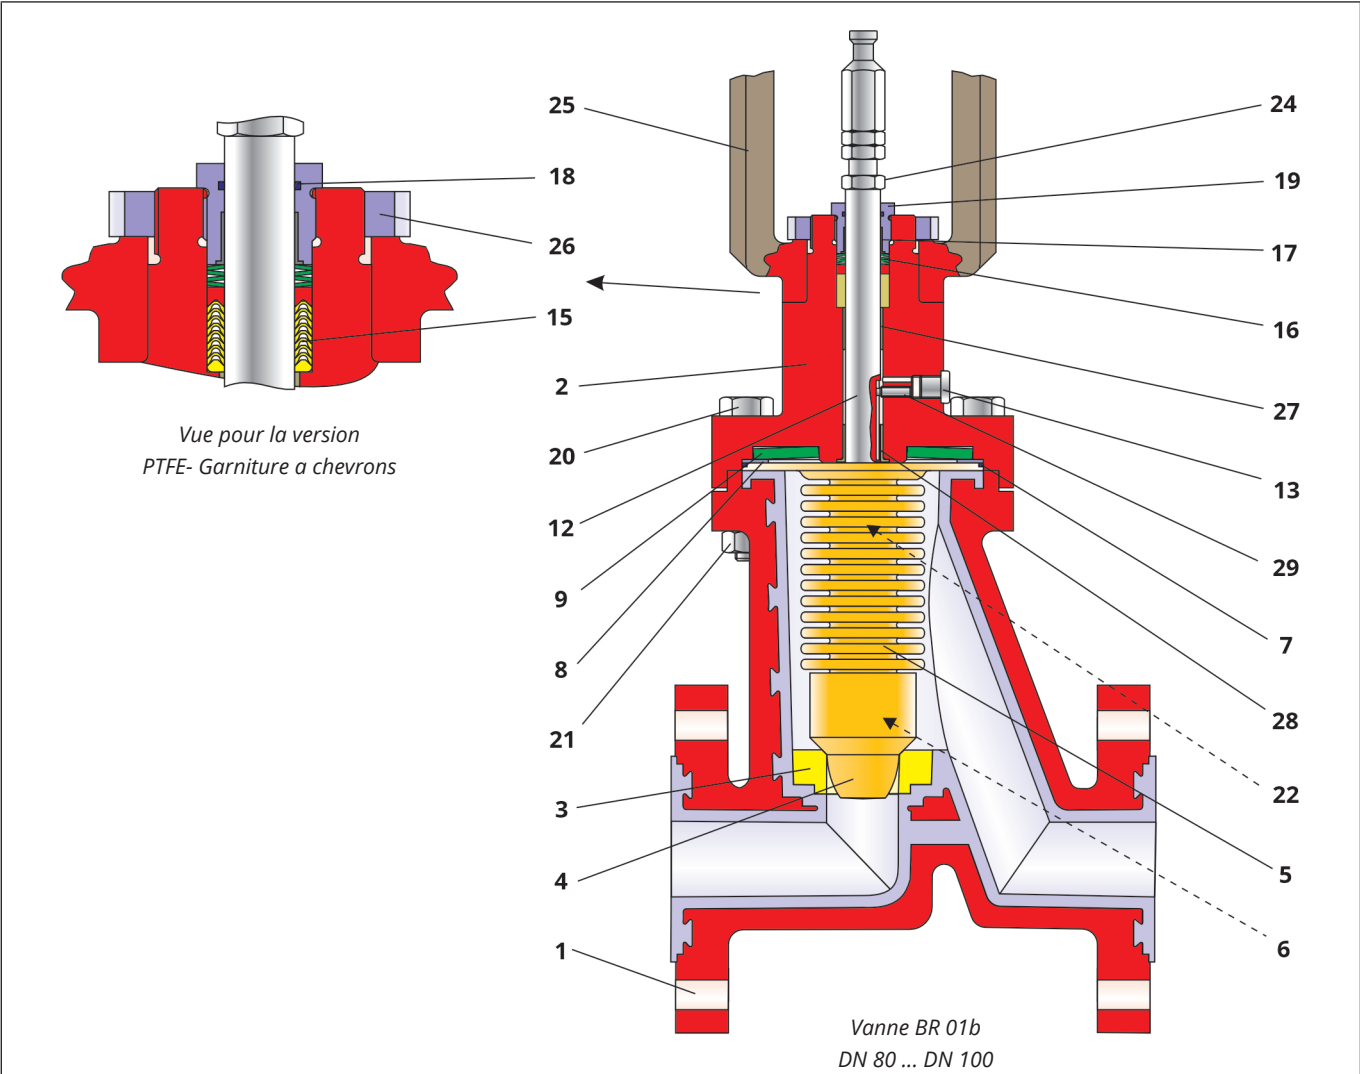

Fig. 3-3: Coupe d'une vanne BR 01b telle que fabriquée jusqu'en 2006
- ⇒ Enfoncer la garniture à chevrons (15) dans l'alésage prévu à cet effet et dans l'ordre suivant : anneau de serrage, chevrons en PTFE, puis anneau final. La disposition de la garniture à chevrons est indiquée sur le dessin Fig. 3-3.
- ⇒ Insérer le jeu de rondelles-ressorts (16). La disposition des rondelles-ressorts est indiquée sur le dessin Fig. 3-3.
- ⇒ Insérer le joint torique (18) dans la rainure intérieure du presse-étoupe (19).
- ⇒ Enfoncer le palier supérieur (17) dans la partie inférieure du presse-étoupe (19).
- ⇒ Graisser le taraudage du presse-étoupe (19).
- ⇒ Visser le presse-étoupe (19) dans le taraudage supérieur du chapeau (2), la rainure de dégagement extérieure du presse-étoupe devant rester visible.
- ⇒ Pousser l'arcade à colonnes (25) par-dessus le chapeau, puis la fixer avec l'écrou cannelé (26).
- ⇒ Insérer la rondelle-ressort (9), la rondelle d'appui (8) et le joint torique (7) dans le chapeau (2). La disposition des pièces est indiquée sur le dessin Fig. 3-3.
- ⇒ Insérer la tige prémontée (voir chapitre 3.5.2.2) dans le chapeau (2).
- ⇒ Enfoncer la bride du soufflet (5) dans la gorge du chapeau (2).
- ⇒ Visser la tige filetée (29).